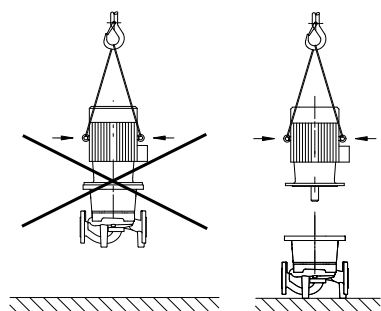

Fig. 20: Transport silnika
- Uchwyty umieszczone na silniku służą wyłącznie do podnoszenia silnika, a nie do przenoszenia całej pompy (Fig. 20).